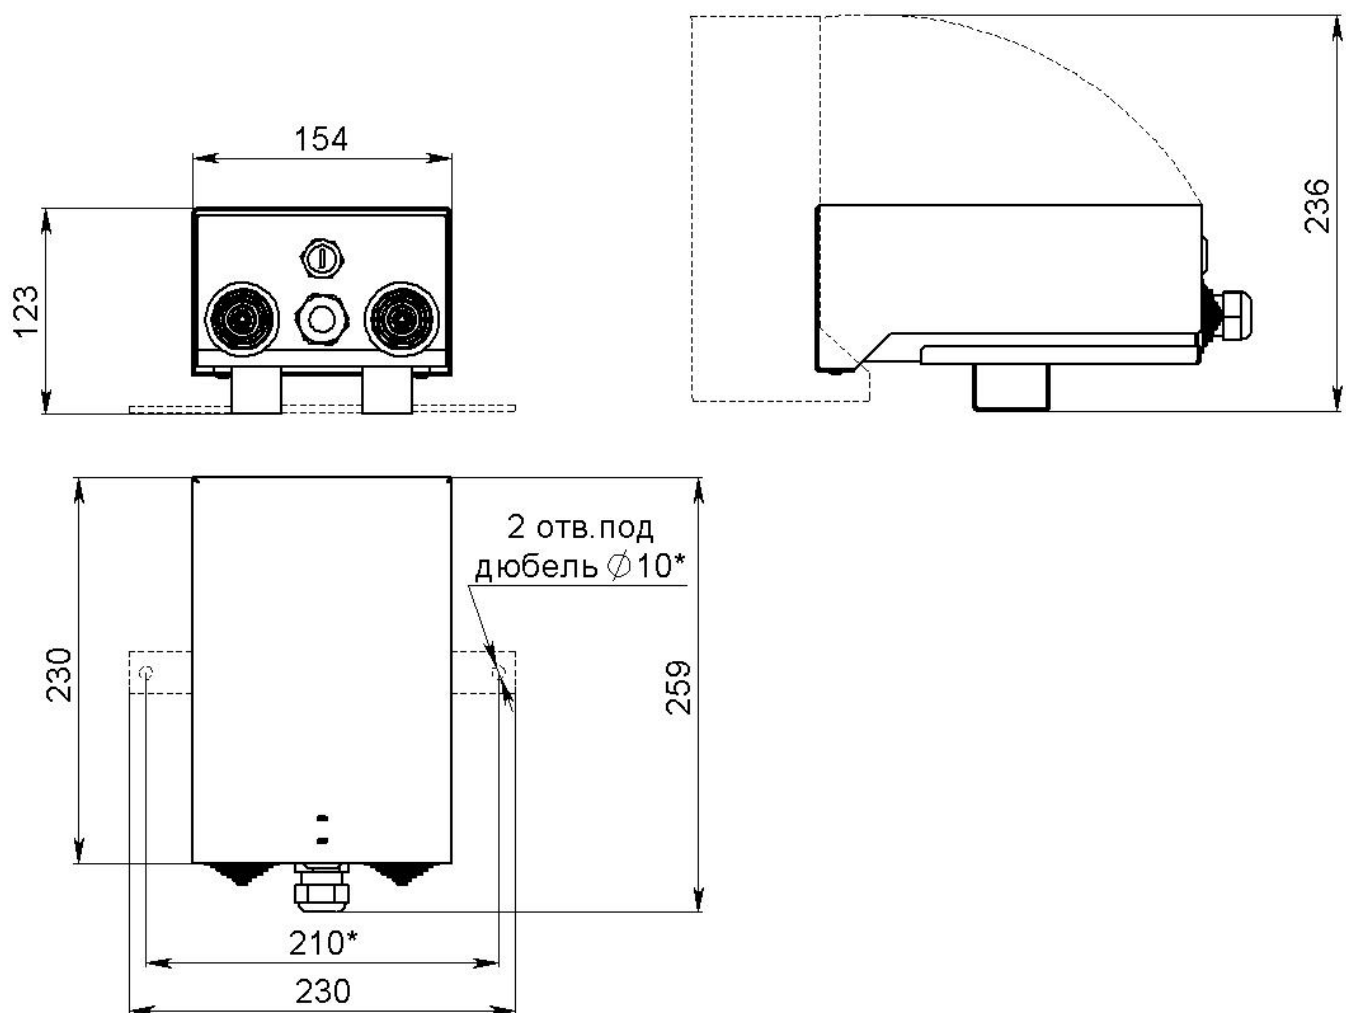

Рис. 2 Габаритный чертеж ящика кабельного ЯКГР
2.3. Габаритные размеры см. рис.2